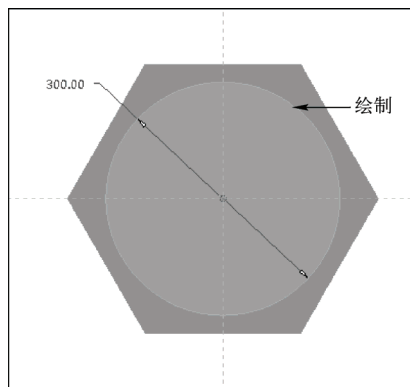

图 7-62 绘制草绘截面
STEP 05 单击“草绘”按钮，进入草绘环境，单击“草绘”选项卡中的相应按钮，绘制草绘截面，如图 7-62 所示。